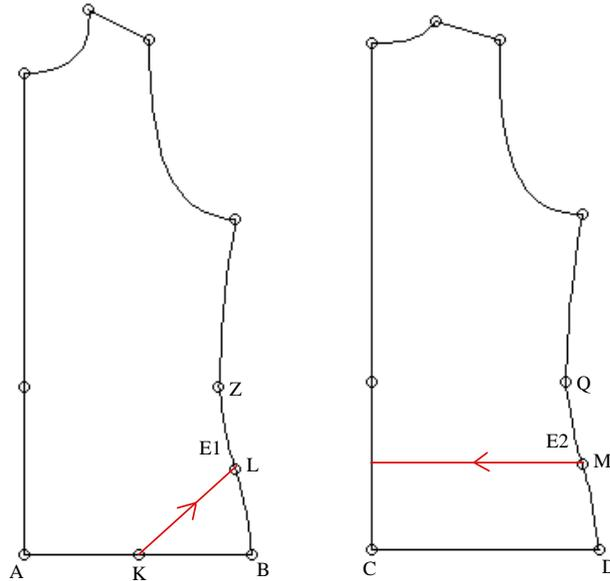

Figura 2-21.
5. Haga clic en el borde E1 lo más cercano al punto Z. Ha definido la línea de corte; aparece una línea roja como lo muestra la Figura 2-21.